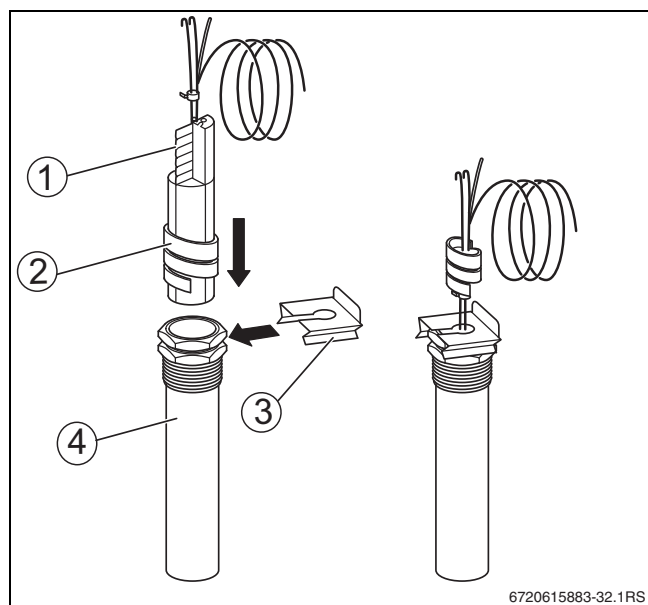

Fig. 26 Introducerea spiralei din plastic în teaca de imersie
- ▶ Fixați pachetul de senzori de temperatură cu o siguranță de senzor [3] în punctul de măsurare [1] (→ Fig. 26, pagina 26).
Atunci când este introdusă, spirala din plastic [2] se mișcă automat spre spate pentru a susține senzorul de temperatură (→ Fig. 26, pagina 26).
Pentru a asigura contactul dintre teaca de imersie [4] și suprafețele senzorilor și pentru a realiza, prin urmare, un transfer de temperatură sigur, trebuie ca resortul de compensare [1] să fie împins între senzorii de temperatură (→ Fig. 26, pagina 26).